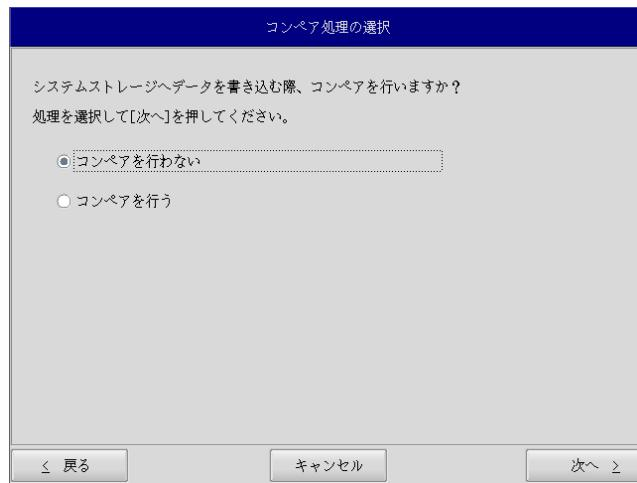

図6-2-4. コンペア処理選択画面
- ⑦ コンペア処理の選択画面(図6-2-4)が表示されます。